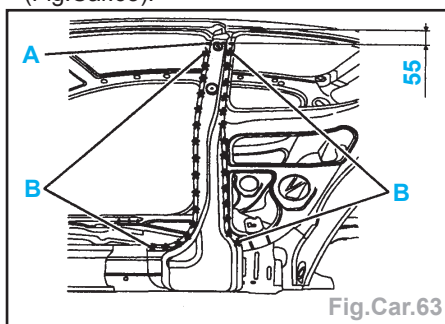

Fig.Car.63
- Tracer puis découper en A à l'aide d'une meule épaisseur 1 mm (coupe provisoire) (Fig.Car.63).
- Découper par fraisage des points suivant B (Fig.Car.63).